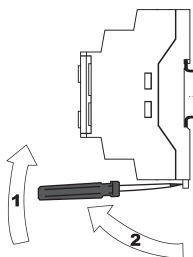

Рисунок 3 – Демонтаж
Демонтаж прибора (см. *рисунок 3*):
1. Снять ответные части съемных клеммников (см. *рисунок 3*).